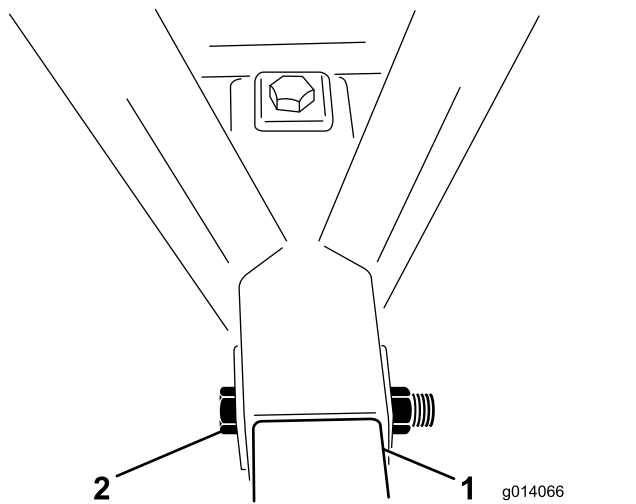

Figura 4
5. Inserite un bullone (1" x 6½") nel telaio e nel tubo dell'attacco di traino e fissatelo con un dado di bloccaggio (Figura 4). Serrate il dado di bloccaggio a una coppia di 976–1193 N·m.
6. Inserite un bullone (1" x 6½") nella parte superiore del telaio e verso il basso nel tubo dell'attacco di traino e fissatelo con un dado di bloccaggio (Figura 4). Serrate il dado di bloccaggio a una coppia di 976–1193 N·m.